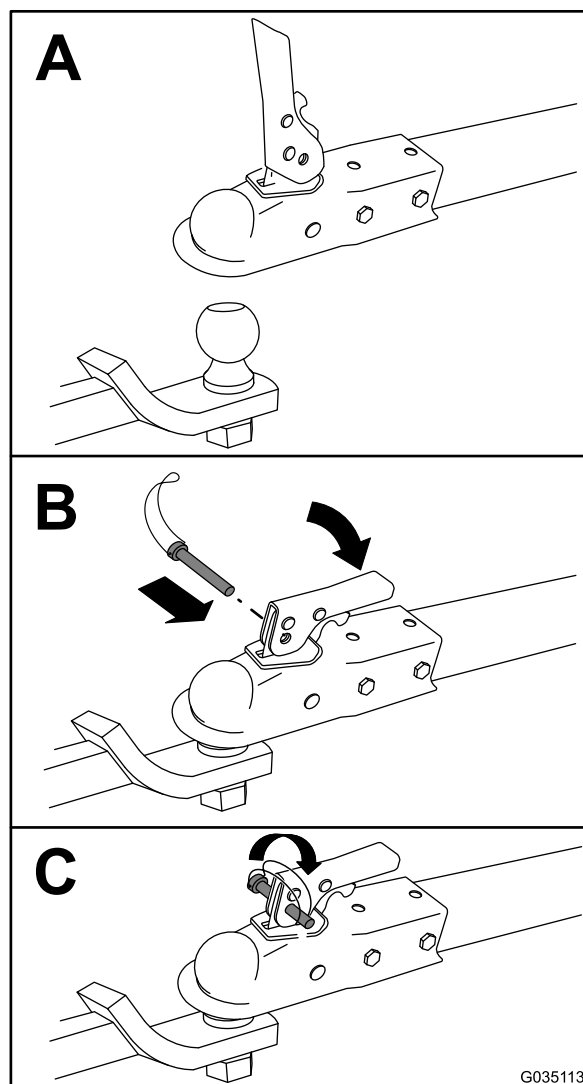

Figura 15
3. Enganche la máquina como se muestra en Figura 15.